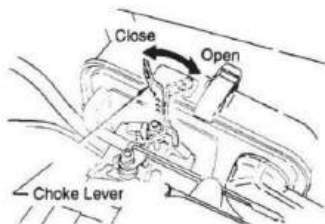

Fig 7
3. Stäng chokespaken (Fig 7) och flytta gasreglaget till helt öppet läge. Genom att vrida chokehandtaget 90 grader medurs stängs choken. Vid kallt väder, starta enheten med choken helt stängd. Vid varmt väder eller när motorn är varm kan enheten startas med choken halvvägs eller helt öppen.
5. Om motorn inte startar, flytta choken (Fig 7) till halvöppen läge för att undvika översvämning.